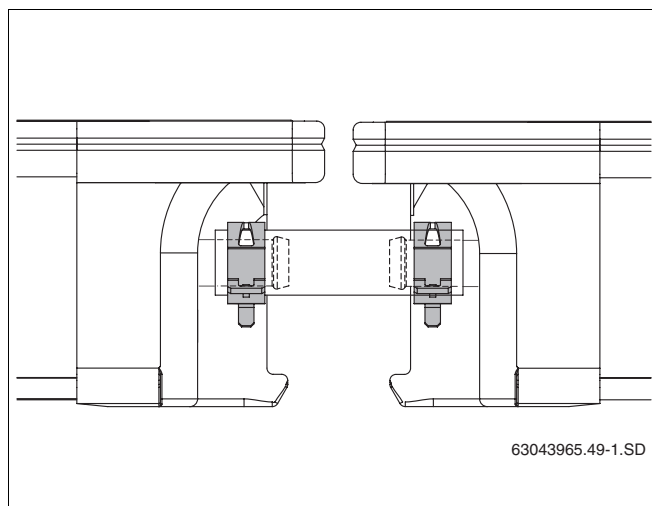

Fig. 50 Mangueira solar com braçadeiras de mola
- ▶ Fixe cada mangueira solar à ligação do colector com uma braçadeira de mola (fig. 50).